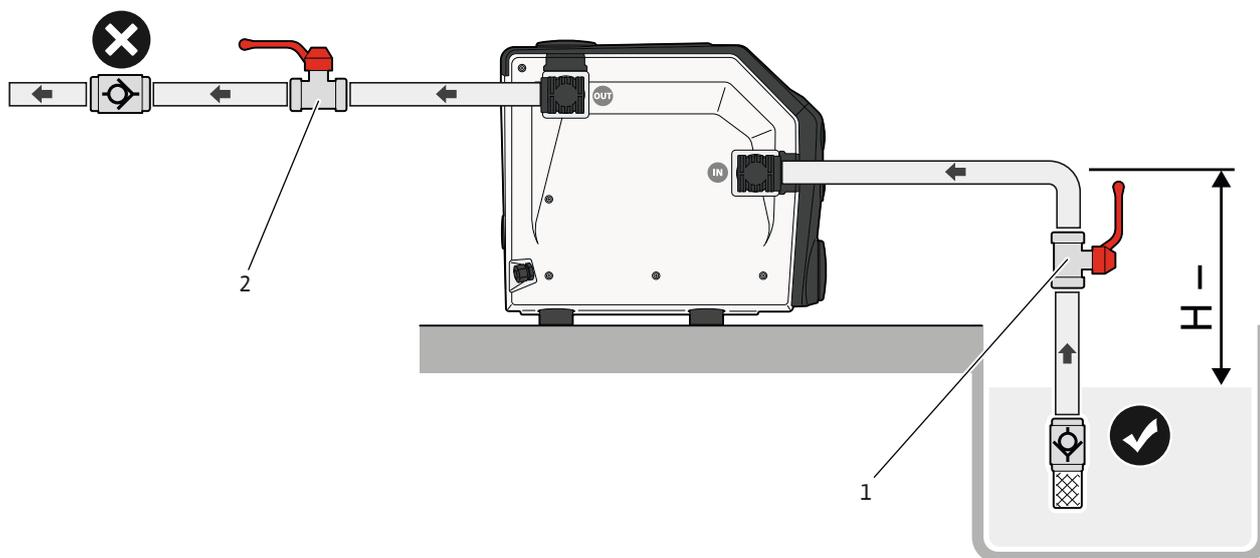

Fig. 7: Mode aspiration
1. Fermer la vanne à volant (Fig. 7 – Pos. 1, 2) côté aspiration et côté refoulement.